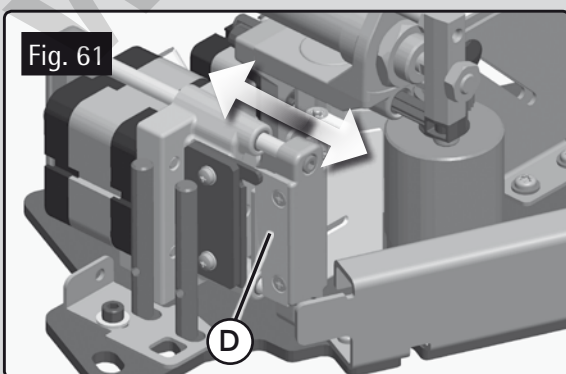

Fig. 61
- Pour terminer, monter le porte-couteau (D Fig. 61). Vérifier si le porte-couteau (D Fig. 61) glisse facilement en le poussant avec la main, puis faire un essai avec une feuille de papier, pour voir s'il peut la couper proprement sans la plier.